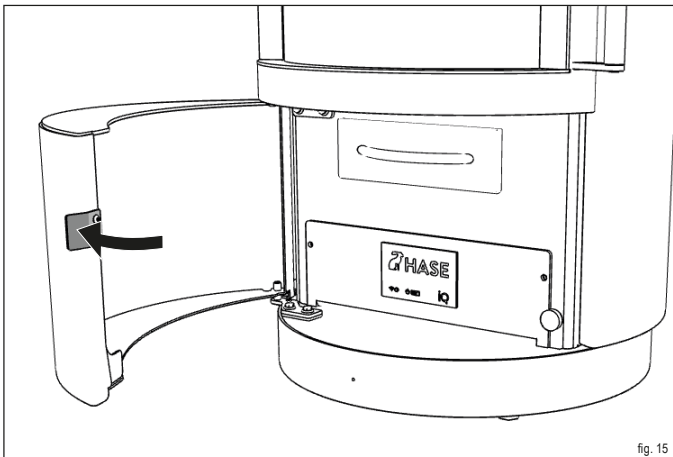

fig. 15
- ▶ Aprire lo sportello di controllo (fig. 15).